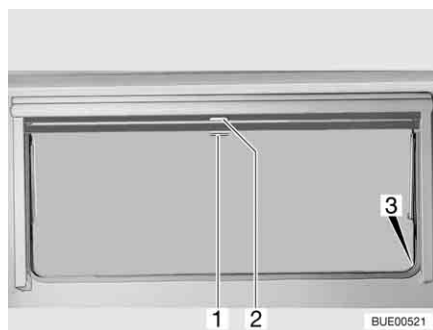

Fig. 24 Finestra apribile
- Tirare verso il basso l'oscurante a rullo accompagnandolo con la maniglia (Fig. 24,2). Quando si chiude completamente l'oscurante a rullo esso va agganciato da entrambi i lati al telaio della finestra nell'apposito elemento di fissaggio (Fig. 24,3).
- Quando l'oscurante a rullo è completamente chiuso: Spingere la maniglia (Fig. 24,2) verso il basso tirandola leggermente verso l'interno. Sganciare l'oscurante a rullo dagli elementi di fissaggio a destra e a sinistra del telaio della finestra.
- Quando l'oscurante a rullo si trova in posizione intermedia: Tirare la maniglia (Fig. 24,2) leggermente verso il basso finché l'elemento di fissaggio non si è sganciato.
- Tirare la maniglia (Fig. 24,1) della zanzariera a rullo verso il basso e agganciarla all'elemento di fissaggio (Fig. 24,3) su entrambi i lati del telaio della finestra.
- Spingere la maniglia (Fig. 24,1) verso il basso tirandola leggermente verso l'interno. Sganciare la zanzariera a rullo dagli elementi di fissaggio a destra e a sinistra del telaio della finestra.